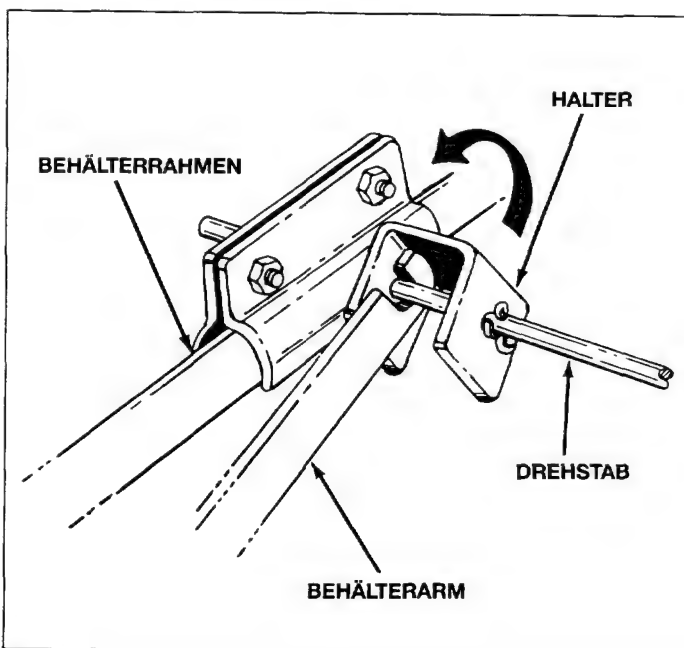

Bild 28
19. Wenn der Behälterrahmen aus dem Auffangkorb ausgehängt werden soll, werden die Halter weggedreht und der Behälter kann ausgehängt werden. Siehe Bild 28.